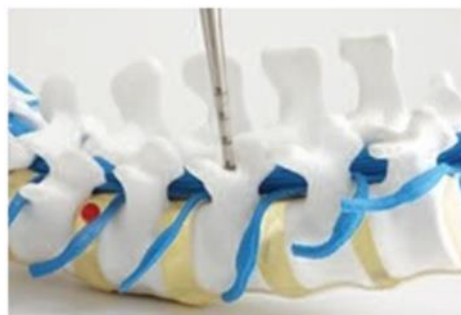

Figura 2
- b. Usar uma Sonda de Ponta Romba para abrir o canal pedicular. (Figura 2) Pode-se estabelecer no interior do pedículo uma via e trajeto, com uma Sonda, permitindo que o instrumento siga o caminho de menor resistência. A sonda deve permanecer em contato com o osso durante todo o tempo. Se houver resistência enquanto se cria uma via através do pedículo, o ponto de entrada e o trajeto devem ser reavaliados. A marcação a laser na Sonda indicará a profundidade da Sonda dentro do canal (30 mm, 40 mm, 50 mm, 60 mm e 70 mm).